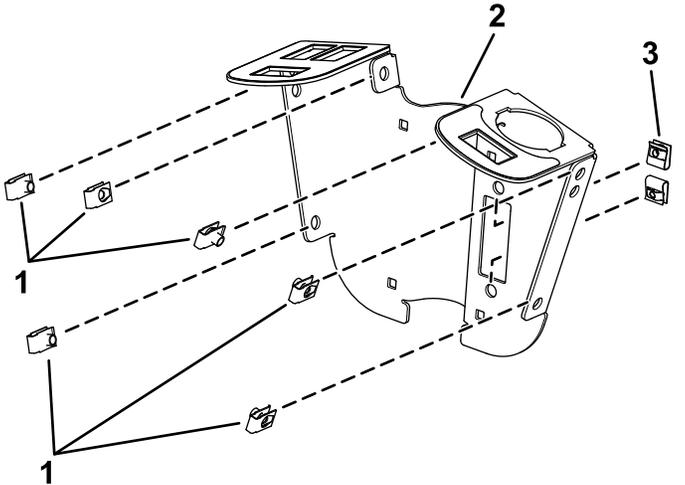

Figura 1
1. Instale los 6 clips y las 2 tuercas rápidas en el bastidor de interruptores (Figura 1).